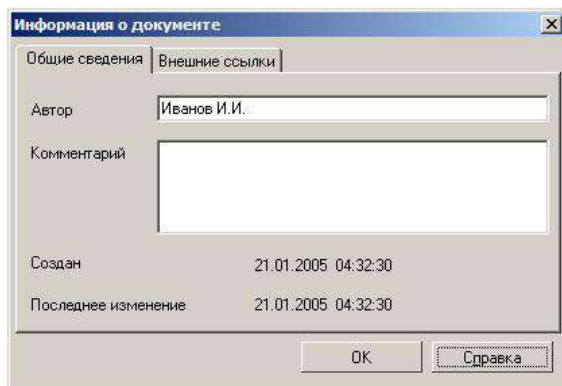

Рисунок 7.22 – Діалогове вікно
- у діалоговому вікні, «Информация о документе» (рис. 7.22) у полі «Автор» уведіть своє «Имя, Фамилию, Отчество», а в полі «Комментарий» – необхідну інформацію про створюваний документ (цей пункт виконувати не обов'язково).